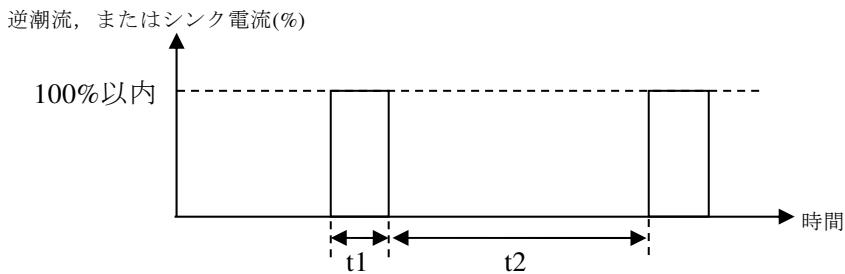

図 10-1 逆潮流デューティ、またはシンク時間デューティ
*16 : 定格出力電圧の場合。周囲温度 40 °C 以上の場合、シンク電流が減少する場合があります。定格出力電圧以上の場合、電力容量の 40 % (連続、30 °C ~ 40 °C), 50 % (連続、30 °C 未満), 及び 100 % 以内 (シンク時間 ≤ 180 s, シンク時間デューティ ≤ 0.20, 40 °C 以下) に制限されます。デューティは図 10-1 を参照ください。